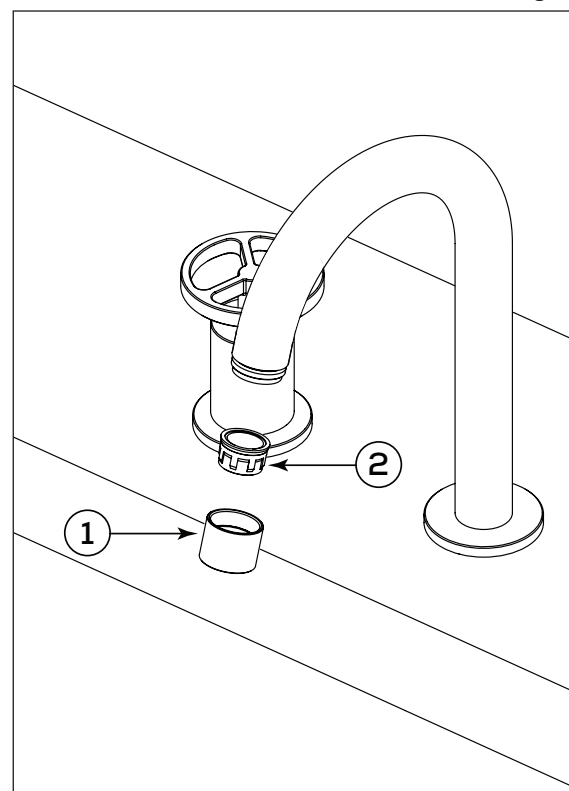

Fig.6
To clean the aerator (1), unscrew the aerator case (2) from the spout. Then pull out the aerator and soak it in a vinegar and water solution to remove lime build-up. Once parts have been cleaned, reassemble by reversing steps (Fig. 6).
Pour nettoyer l'aérateur (1), dévisser le boîtier de l'aérateur (2) du robinet. Ensuite, enlever l'aérateur (6) et le tremper dans un mélange de vinaigre et d'eau pour retirer le calcaire qui pourrait s'y être accumulé. Une fois les pièces nettoyées, inverser les étapes pour réassembler l'aérateur (Fig. 6).